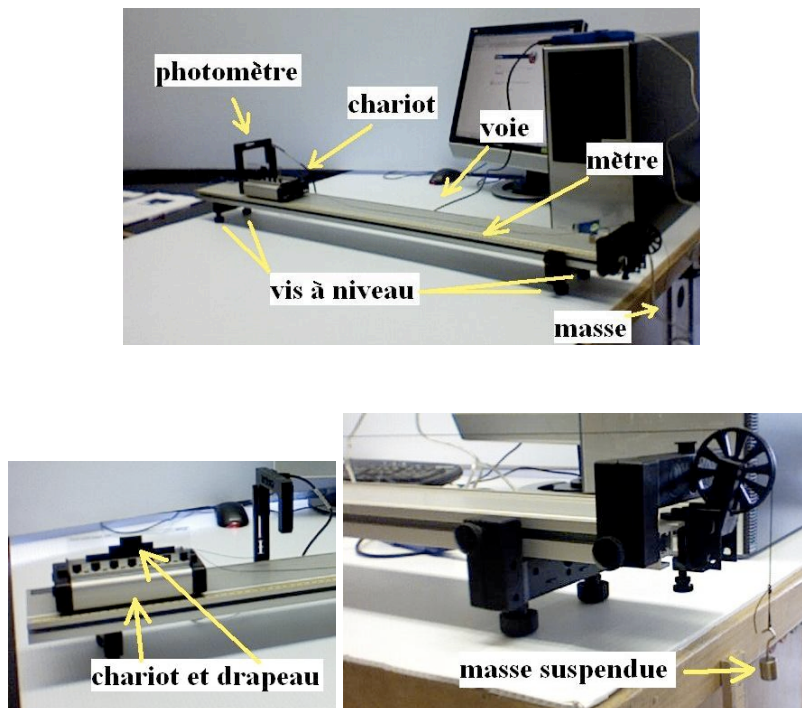

Figure 1. Montage expérimental
Voie à faible friction, chariot muni d'un drapeau (avec l'inscription *Fine Pattern Picket Fence*) et d'une ficelle, mètre à mesurer, masse, photomètre. Le montage expérimental est illustré à la Figure 1. On y montre aussi les vis qui permettent d'ajuster la voie au niveau.
1. Placez la voie au niveau en ajustant les vis de soutien situées sous la voie (voir Figure 1) de sorte que le chariot demeure pratiquement immobile lorsqu'on le lâche et qu'aucune masse ne lui est attachée. Pour que le chariot ait une énergie potentielle gravitationnelle constante et aucun frottement, vérifiez le niveau dans les deux sens montrés à la Figure 3.